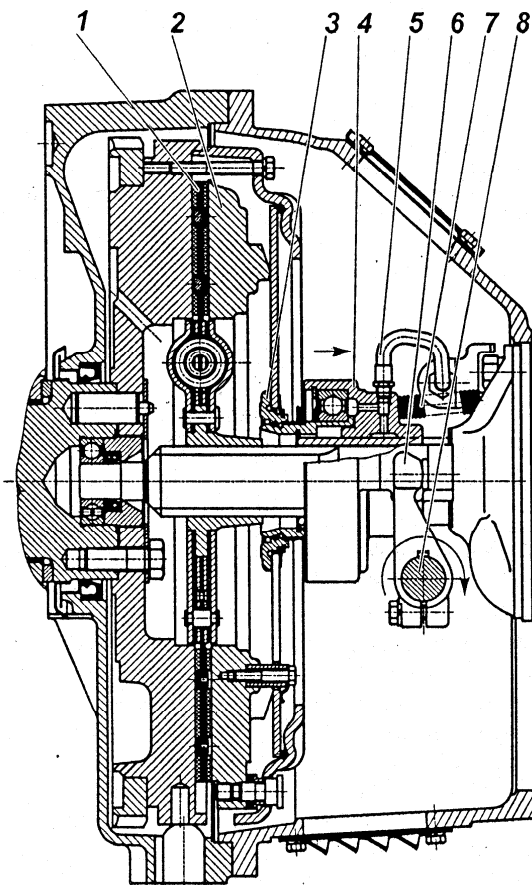
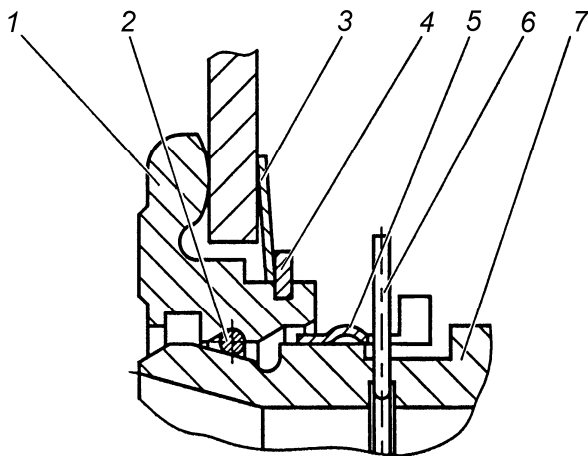

Рис. 106. Сцепление модели ЯМЗ-182:
Рис. 108. Запорное устройство:
Диафрагменное сцепление модели 182 (рис. 106) состоит из ведущих и ведомых частей, а также деталей механизма выключения сцепления, устанавливаемых в картер сцепления.
Механизм выключения сцепления состоит из муфты 4 (рис. 106) с подшипником, вилки 6 и валика 8. Муфта соединена через упорное кольцо 3 с диафрагменной пружиной с помощью запорного устройства.
Оттяжная пружина 7 (рис.106) исключает проворот и осевые перемещения втулки 7 (рис. 108) относительно упорного кольца 1 (рис. 108). По мере износа фрикционных накладок муфта выключения сцепления 4 (рис. 106) перемещается вместе с пружиной в сторону маховика, при этом конструкция привода выключения сцепления автомобиля или другого транспортного средства обеспечивает поворот вилки 6 (рис. 106) по часовой стрелке после выбора зазора между лапками вилки и муфтой за счет периодической регулировки привода или постепенный поворот за счет конструкции гидропривода.
Конструкция запорного устройства показана на рис.108. Она включает в себя упорное кольцо 1, втулку подшипника муфты 7 с фасонной канавкой, пружинное кольцо 2 круглого сечения, а также замковое кольцо 5. Упорное кольцо 1 устанавливается на диафрагменную пружину при сборке нажимного диска с кожухом и удерживается за счет пружинной шайбы 3 и стопорного кольца 4. На рисунке муфта заперта (соединена) с упорным кольцом. Внутри втулки подшипника муфты 7 установлено предохранительное кольцо 6, имеющее снаружи выступающий ус, препятствующий случайному разъединению муфты выключения сцепления и упорного кольца 1.
Выключение сцепления обеспечивается поворотом вала по часовой стрелке. Допустимое направление перемещения муфты и поворота вала для выключения сцепления показано на рис. 106 стрелками. Перемещение муфты и поворот вала в обратном направлении не допустимо.
- 5 С помощью специальной оправки сцентрировать кольцо 3 (рис. 106) относительно оси коленчатого вала двигателя.
- 2 Убедиться что муфта выключения сцепления отведена до упора в крышку подшипника первичного вала коробки передач пружиной 7 рис. 106.
Проверка качества установки сцепления (отсутствие "ведения", контроль величины крутящего момента на валу вилки) осуществляется на неработающем двигателе. Для этого необходимо повернуть вал вилки на угол $9^{\circ}30'$... 11° по часовой стрелке, что соответствует перемещению муфты на 11...13 мм от двигателя. При этом выходной вал коробки передач, при включенной передаче, должен вращаться при приложении крутящего момента не более 5 Н·м (0,5 кгс·м). Поворот вала вилки выключения сцепления по часовой стрелке показан на рис. 106.
- 4 Совместить полукруглый паз на муфте выключения сцепления в передней ее части с выступающим усом предохранительного кольца 6 (рис. 108) и, утопив его каким-либо предметом, удерживать в утопленном положении через центральное отверстие муфты выключения сцепления.